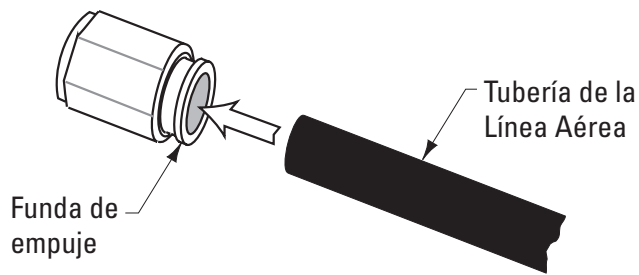

Fig. 26
- B. Coloque una línea de aire de 3/8" desde la línea de alimentación principal existente hasta el FRL. Coloque una línea de aire de 3/8" desde el FLR hasta la T de reducción, Fig. 26.
- C. Conecte la T de reducción a la válvula de aire, Fig. 26.
- D. Fije la válvula neumática al Soporte de la Válvula Neumática(o el soporte del control con botones de 3Ø cuando se utiliza), Fig. 26.
Retire la calcomanía de advertencia del motor de la tapa del motor. Quite los tornillos de la cubierta del motor. Coloque el soporte de la válvula aérea en la cima de la cubierta del motor de manera que el interruptor de elevación sobresalga a través del orificio en el soporte de la válvula aérea. Monte el soporte de la válvula aérea y la cubierta del motor con la monofásica existente (4) M5 x 15 PHMS con tornillos de la cubierta del motor o (4) M5 x 50 PHMS suministrados para trifásica, Fig. 26.
- H. Si el elevador tiene aire interno, quite el enchufe de la T de reducción y conecte la línea de la bobina de 3/8" dentro del carril, Fig. 26.